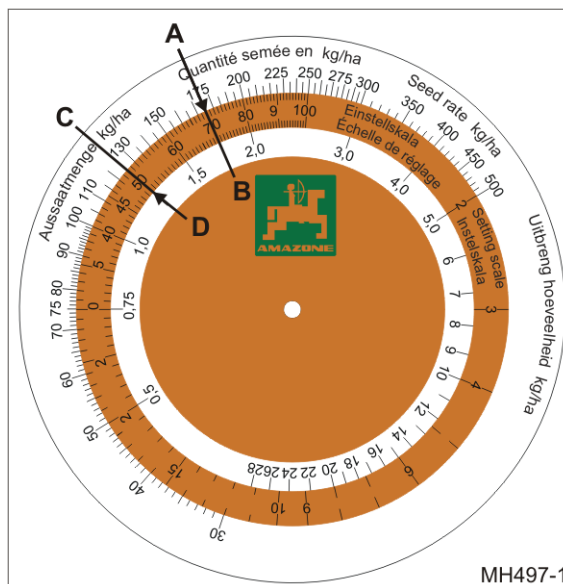

Рис. 160
- o розрахована кількість висіву 175 кг/га (Рис. 160/A)
- o Значення налаштування редуктора 70 (Рис. 160/B).
- o Необхідна норма висіву 125 кг/га (Рис. 160/C)
- o Значення налаштування редуктора 50 (Рис. 160/D).